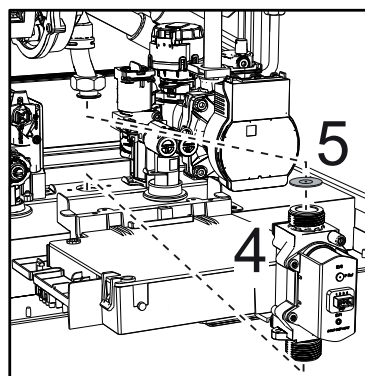

fig. 70 -
- Estrarre la valvola a gas "4" e il diaframma gas "5" ("fig. 70 -").